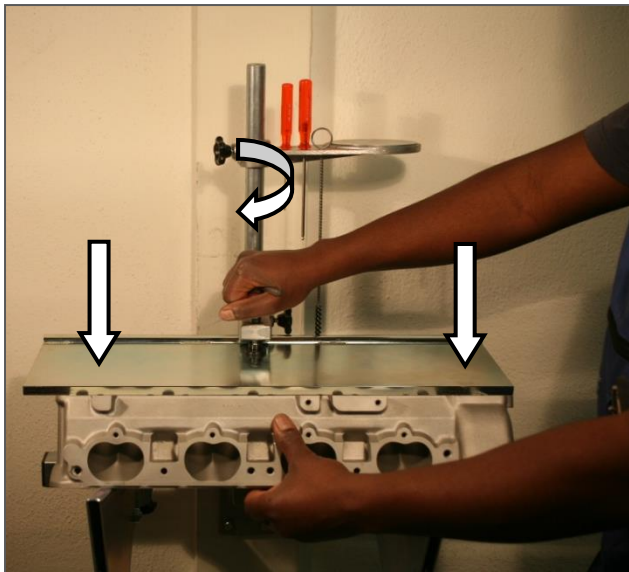

Fig. 5
1. La culata debe ser fijada mediante la placa de apoyo AV (Fig. 5). La placa de sujeción debe colocarse en paralelo ajustando hasta los asientos de las válvulas. Para los asientos de válvulas inclinados montar las placas de inclinación SH, para más información consulte paginas 12, 14 y 33.